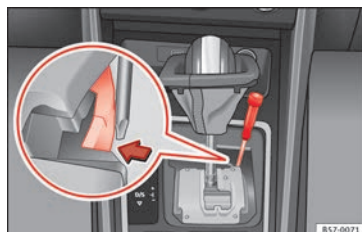

Abb. 54 Wählhebel: Notentriegeln aus der Parkstellung
- Drücken Sie seitlich mit Hilfe des Schraubendrehers auf die gelbe Entriegelungstaste und halten Sie sie gedrückt  **Abb. 54.**